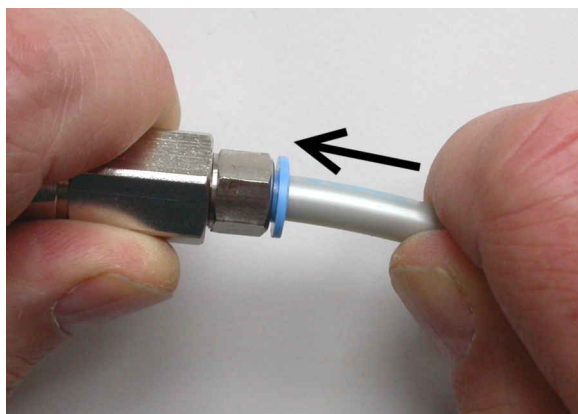

Figura 6-4: Montaggio dell'adattatore push-pull (a sinistra) e del tubo da 6 mm (a destra)
5. Spingere il tubo fino in fondo nell'adattatore, come mostrato in figura 6-4.